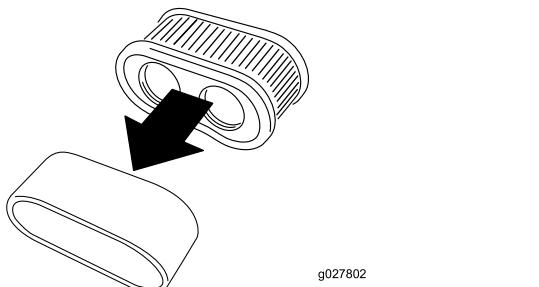

Figura 43
5. Togliete l'elemento in schiuma sintetica dall'elemento di carta (Figura 43).